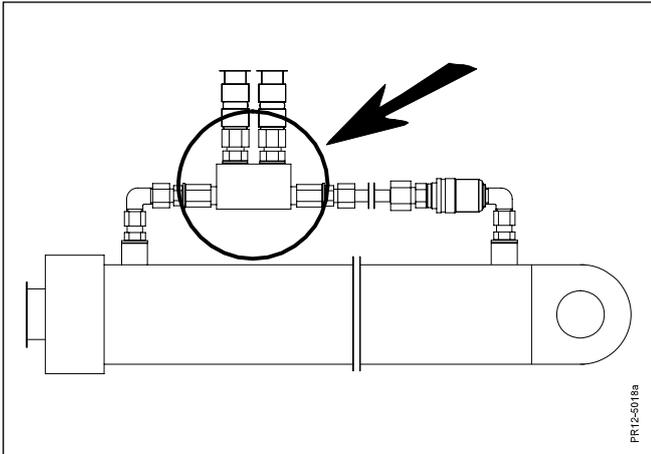

Fig. 5-22
**Fig. 5-22** Un mauvais fonctionnement du vérin peut venir d'une impureté dans **le clapet piloté**. Le clapet est démontable facilement, démonter ensuite le mécanisme du clapet. Bien nettoyer les pièces et les souffler à l'air comprimé.